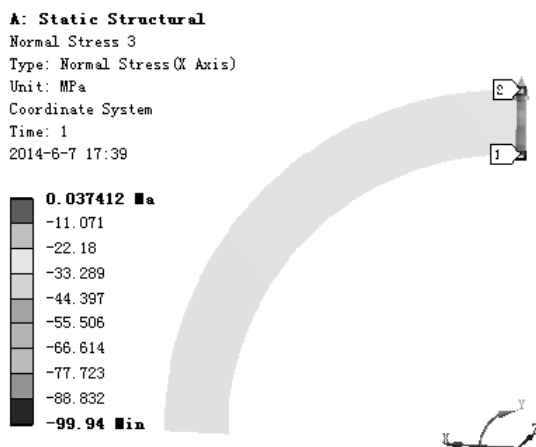
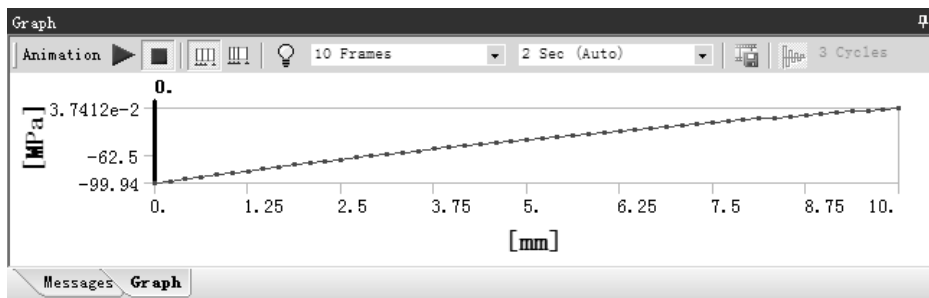

图 7.5.31 径向应力（路径 Path）结果图解
图 7.5.32 径向应力（路径 Path）图表
(5) 查看沿路径 Path 径向应力结果图解。在“Outline”窗口中选中 Normal Stress 3，查看图 7.5.31 所示的径向应力(路径 Path)结果,其最小应力为-99.94MPa,最大应力为 0.037412 MPa; 在“Graph”窗口中显示图 7.5.32 所示的路径图变化情况。